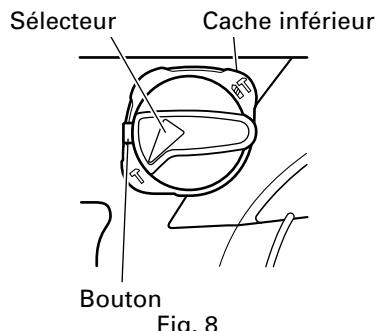

Fig. 8
(1) Commutation sur "percussion"
- (b) Aligner ▲ du levier de sélection sur T du support de levier comme indiqué sur la Fig 8.